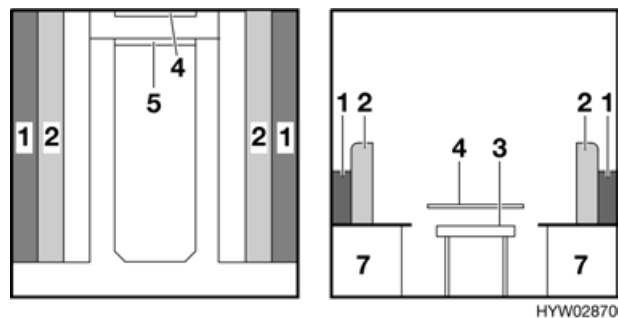

Fig. 43 Durante la trasformazione
- Alzare il piano del tavolo (Fig. 43,3) di circa 45°, sollevarlo dalla guida di supporto superiore (Fig. 43,4) e mantenerlo ad un angolo di 45°.
- Inserire il piano del tavolo nella guida di supporto inferiore (Fig. 43,5) con un angolo di 45° e deporlo sul pavimento con i puntelli.